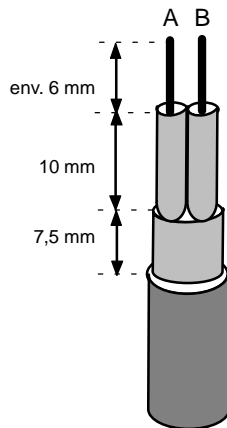

Figure 4-25 Préparation des extrémités de câble pour le montage du connecteur de bus à sortie de câble axiale
- Dénudez les deux extrémités de câble comme indiqué sur la figure 4-25 à l'aide de l'outil de dégainage FastConnect (voir table des cotes au dos de l'outil).